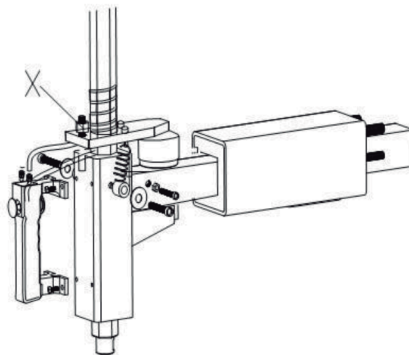

Fig. 21
Nota: Se o braço vertical não estiver travado ou não atender ao requisito de estar a 2-3 mm entre a parte inferior do cabeçote de montagem/desmontagem e o aro, ajuste a placa de travamento hexagonal, consulte a Fig. 21 e ajuste o (X).